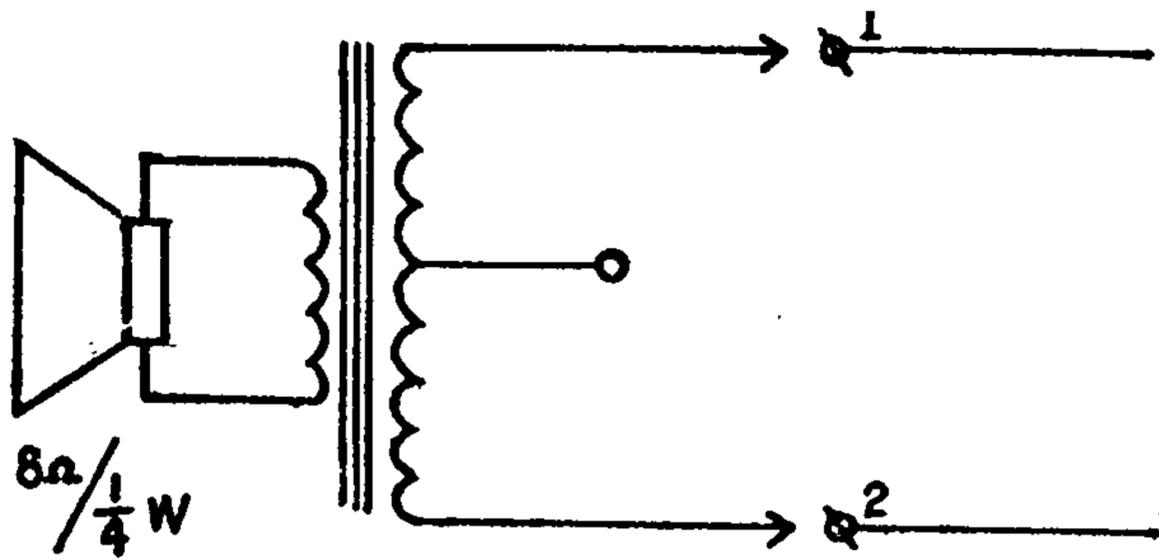

图 17
音频振荡声(图 17)。如想改变音频振荡的频率,可改变 C_3 的电容量, C_3 越大,音调越低, C_3 越小,音调越高。
9. 试验“广播”: 在距信号发生器 1 米左右处, 开启一架超外差式收音机, 并使收音机收到信号发生器发出的信号, 然后断开 K_1 , 在接线柱“1”和“2”两端接上一个带输出变压器的小喇叭(如图 17 所示), 此时对着喇叭说话, 收音机就能收到小“报话机”发出的调幅信号。如把电唱机拾音器的输出端接到“1”和“2”两端, 就可以用它来播送唱片。